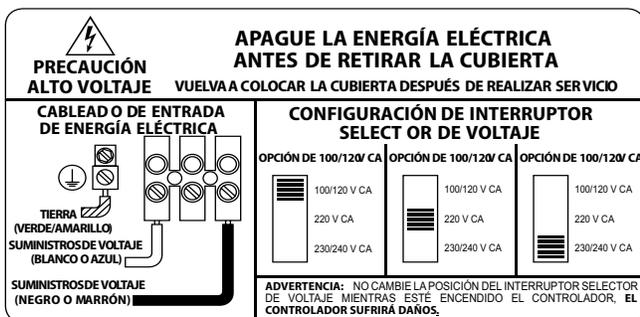

Figura 4
4. Conecte los hilos de energía eléctrica al conector de acción rápida del compartimiento del suministro eléctrico, como se muestra en el diagrama en la cubierta de acceso del suministro eléctrico (consulte la Figura 4).